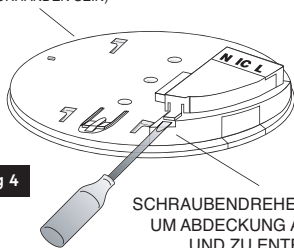

Abbildung 4
Um die Warnmelder miteinander zu vernetzen, verbinden Sie sämtliche IC-Anschlüsse wie in Abbildung 4 gezeigt miteinander.
4. Falls die Netzleiter unter Putz verlaufen, führen Sie die Drähte durch das rückseitige Loch in der Montageplatte durch, wie in Abbildung 4 gezeigt.
- (a) Positionieren Sie die Montageplatte so, dass die Kabelführung, wie in Abbildung 4 gezeigt, verläuft.